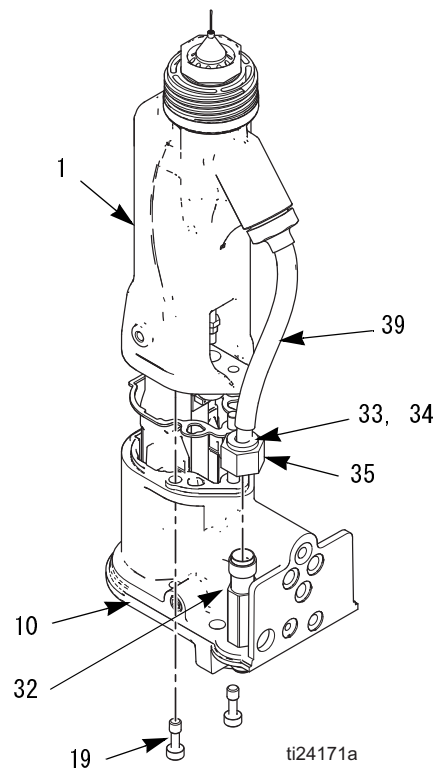

図 26. バレルの取り外し
- ガンシュラウド (26) を外します。
- 液体の取り付け金具ナット (35) を注意深くゆるめます。チューブ (39) を取り付け金具 (32) から引き出します。フェール (33、34) とナットの両方がチューブに付いたままであることを確認してください。図 26 を参照してください。
- 2 本のネジ (19) をゆるめます。図 26 を参照してください。
- 片手でガン本体 (10) を持って、真っすぐに本体からバレル (1) を引き抜きます。図 26 を参照してください。